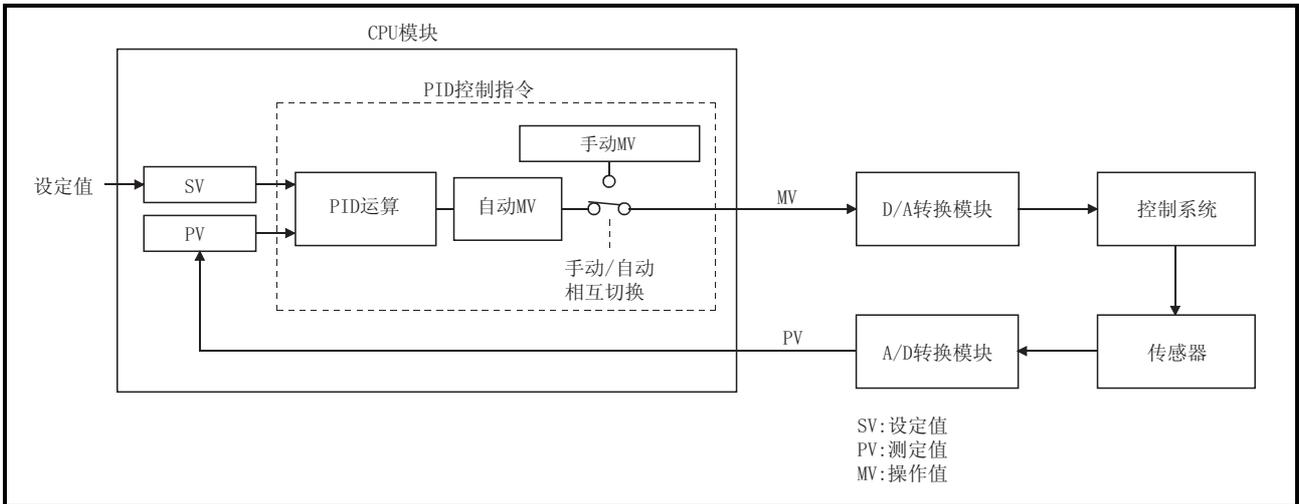

图 1.1 PID 控制处理概述
通过 A/D 转换模块和 D/A 转换模块的组合, 使用 PID 控制指令执行 PID 控制, 如图 1.1 所示。
在 PID 控制处理方法中, 如图 1.1 所示, 通过预先设置的设定值 (SV) 和从 A/D 转换模块中读取的测定值 (PV) 计算出执行 PID 运算的操作值 (MV)。